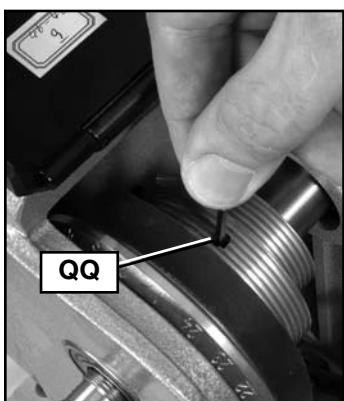
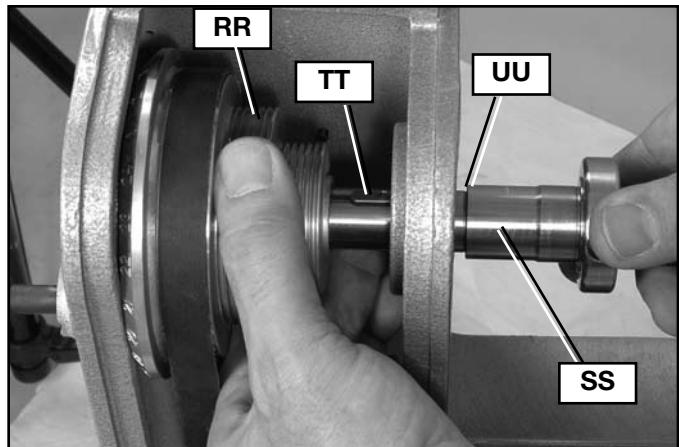

Fig. 33
Fig. 35
7. Afloje el tornillo de sujeción de la polea del eje (QQ) Fig. 33 con la llave hexagonal incluida.
11. Coloque la polea del eje (RR) dentro del cabezal (tal como se muestra en la Fig. 35) y sosténgala mientras introduce el eje (SS) a través del cabezal y la polea. Fíjese de alinear la llave del eje (TT) con la ranura de la polea (no se muestra).
12. Asegúrese de que la polea esté bien apoyada contra el reborde del eje (UU).
13. Ajuste bien el tornillo de sujeción de la polea (QQ) Fig. 33.